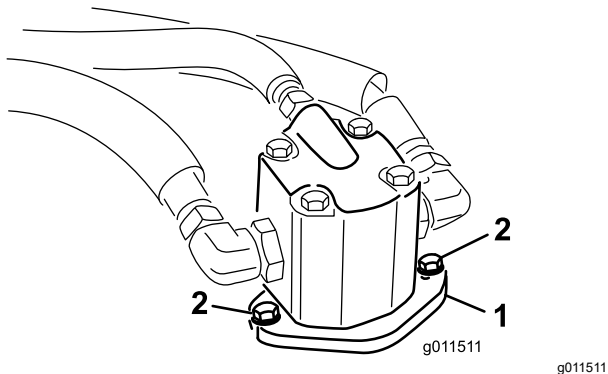

Figura 116
4. Rimuovete i bulloni che fissano il motore idraulico al piatto di taglio (Figura 116).